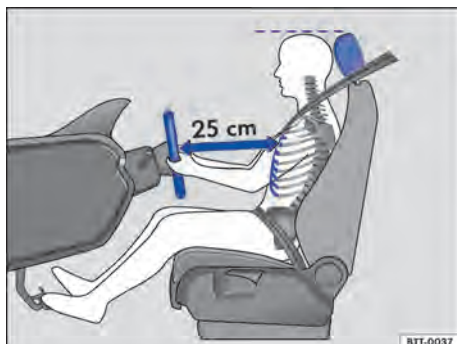
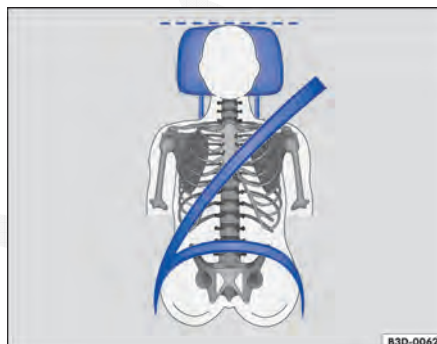

Fig. 57 A distância correta entre o condutor e o volante deve ser de, no mínimo, 25 cm.
Fig. 58 Posição correta do cadarço do cinto de segurança e ajuste correto do apoio para cabeça.
- Ajustar o apoio para cabeça de modo que a sua borda superior se encontre preferencialmente na mesma linha da parte superior da cabeça – porém não abaixo da altura dos olhos. Posicionar a nuca tão próxima quanto possível do apoio para cabeça ⇒ Fig. 57 e ⇒ Fig. 58.
- Ajustar o volante de modo que a distância entre ele e o tórax tenha no mínimo 25 cm ⇒ Fig. 57 e que o condutor possa segurar o volante pela borda externa com as duas mãos e os braços ligeiramente dobrados. ▶